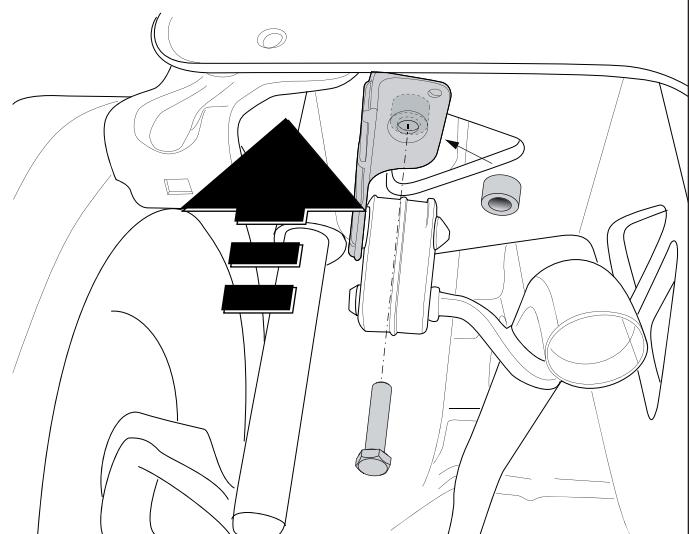

Fig. 2
2. Remove the bumper and the buffer beam from the vehicle. See figure 2.
7. As shown in figure 2, drill a 12,5mm hole at points F.
7. Bohren Sie, wie in Abbildung 2 angegeben, ein 12,5mm großes Loch an Punkt F.
7. Bor ifølge fig. 2 et hul på 12,5mm ved punkt F.
7. Просверлить отверстие диаметром 12,5 мм в точке F, как указано в рис. 2.